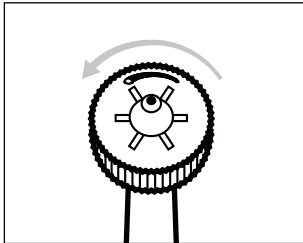

Fig. 4
- ◆ Avec les doigts, tournez le régulateur de canule ❶ dans le sens antihoraire pour obtenir un mono-jet qui élimine de manière ciblée les restes alimentaires aux endroits difficilement accessibles (voir fig. 4 et 5).